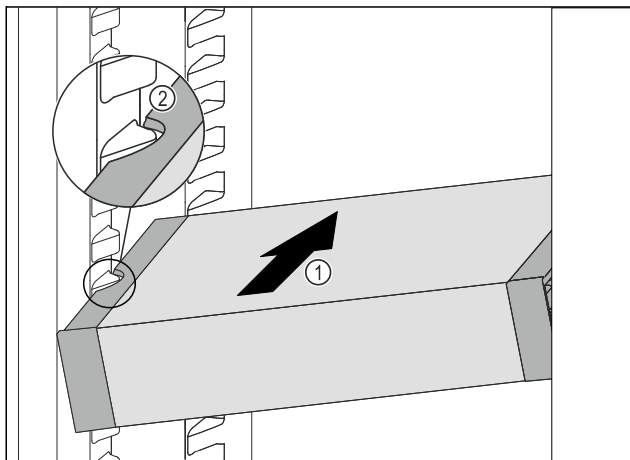

Fig. 117
- Inserire VarioSafe ad angolo nel vano frigorifero Fig. 117 (1), fino a quando le cavità laterali Fig. 117 (2) di VarioSafe non si trovano al livello della nervatura del contenitore nel vano frigorifero.